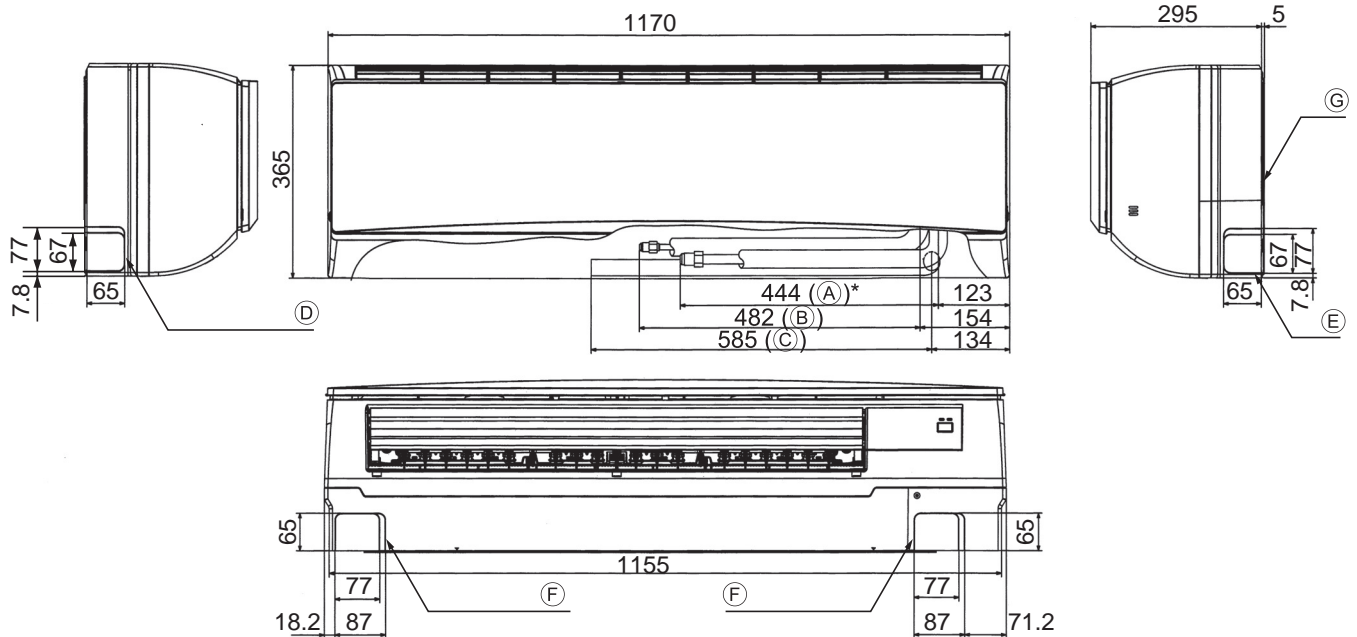

Fig. 4-2
4.2. Anordnung der Kältemittel- und Ablaufrohrleitungen (Fig. 4-2)
- (A) Gasrohr
- (B) Flüssigkeitsrohr
- (C) Ablaufschlauch
- (D) Ausschlagöffnung für linke Rohrleitung
- (E) Ausschlagöffnung für rechte Rohrleitung
- (F) Ausschlagöffnung für untere Rohrleitung
- (G) Montageplatte ①